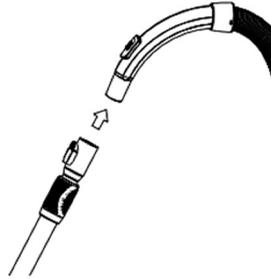

Abb. 2
2. **Abb.2: Die Verbindung zwischen dem Schlauch und dem ausziehbaren Metallrohr:**